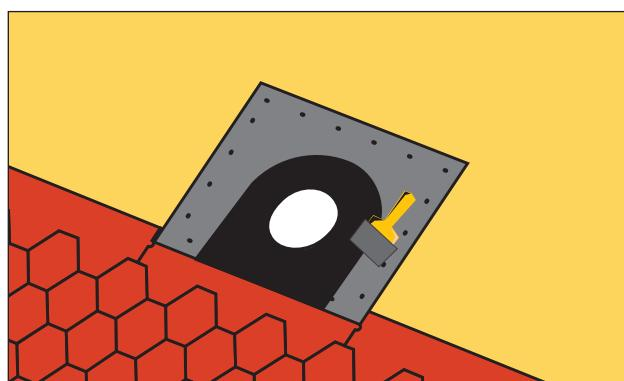

Рис. 20
- на нижнюю поверхность наносят клей KATEPAL K-36, затем устанавливают основание (Ниора) и фиксируют его гвоздями с шагом 150 мм по всей длине центральной части (рис. 20);